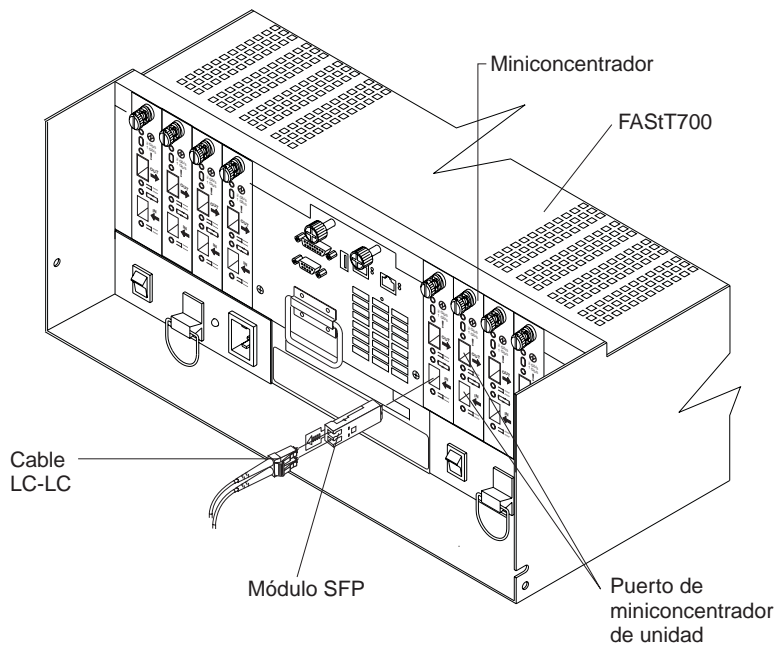

Figura 32. Instalación de un módulo SFP y del cable LC-LC en una unidad FAST700
2. Conecte un cable de fibra óptica LC-LC en el módulo SFP, tal como se muestra en la Figura 32 en la página 36.